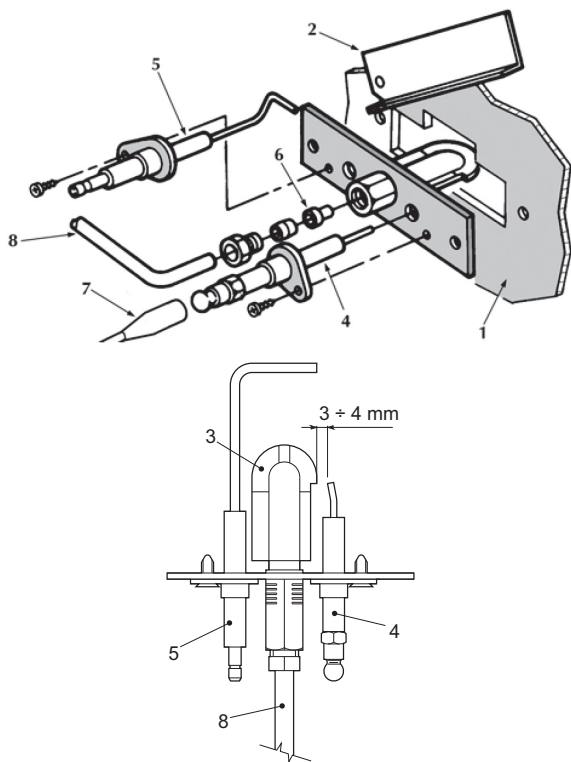

fig. 22 - Quemador piloto
- Los electrodos deben estar libres de incrustaciones y bien colocados (véase fig. 22).